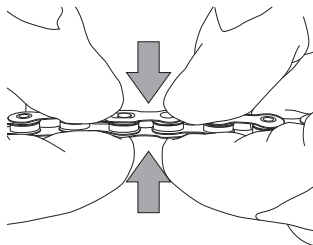

Abb.7
- Drücken Sie das C-Link™, um sicherzustellen, dass die Stifte vollständig eingesetzt sind (Abb. 7).